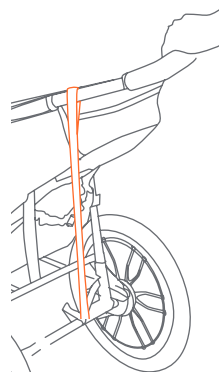

Fig. 18c
- La correa de seguridad debe permanecer conectada al travesaño del armazón inferior trasero en todo momento. Esta posición tiene como fin evitar que el carrito se incline hacia atrás en caso de que usted se caiga al suelo. La correa de seguridad incluye un accesorio de gancho y arandela para su almacenaje, a la izquierda del carrito, cuando no está en uso (Fig. 18c).